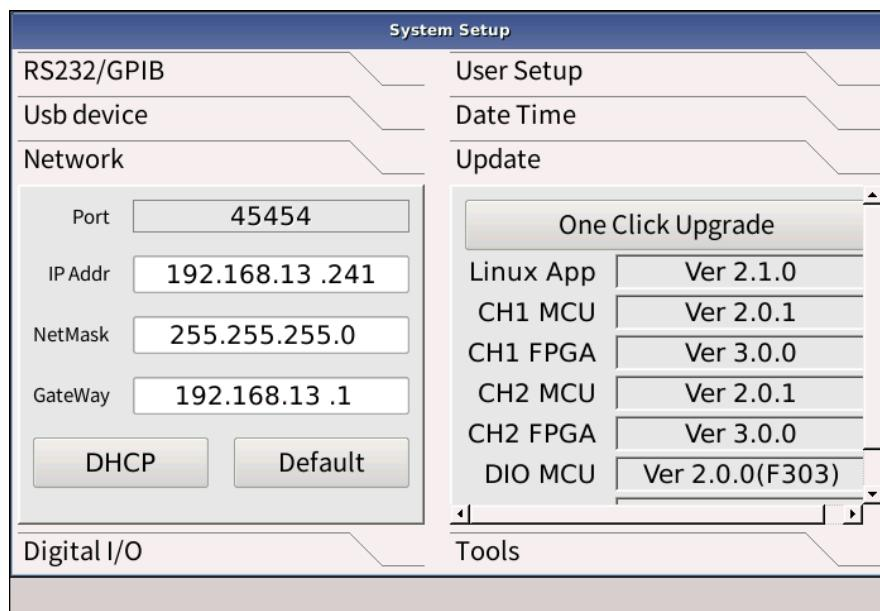

图 4-36 System 设置页面 3
**操作:** (见图 4-36)
**操作:** (见图 4-36) 触屏点击 **One Click upgrade**, 一键升级。